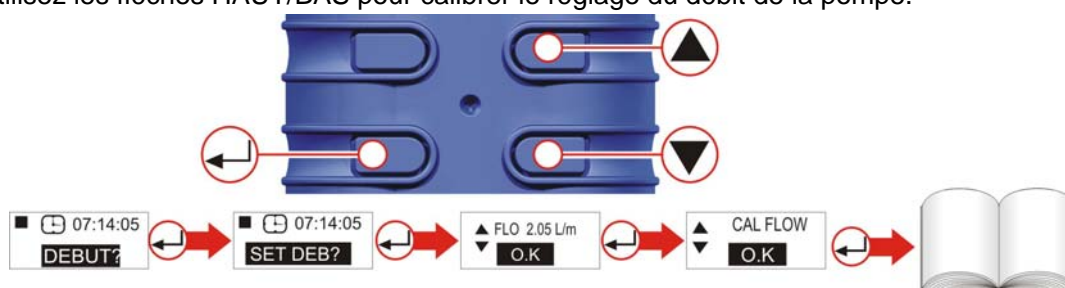

Figure 12 Écrans de calibrage
I. RÉGLER LE DÉBIT REQUIS (fig. 12)